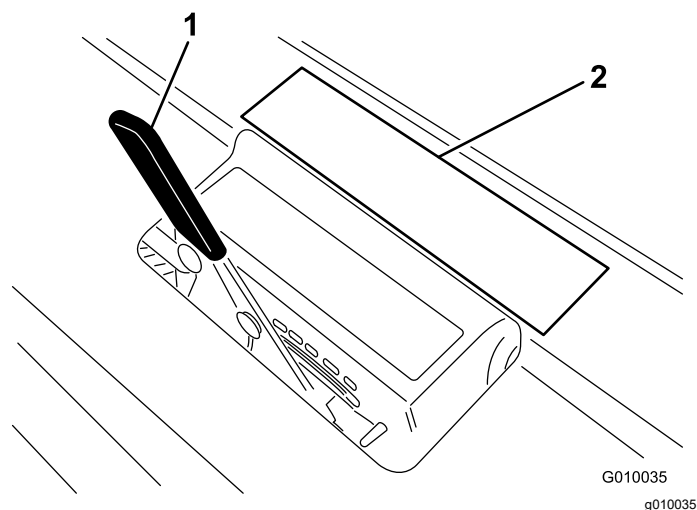

Figura 16
3. Coloque o dente no autocolante de profundidade do dente (Figura 16) com uma extremidade alinhada com a profundidade de arejamento pretendida (consulte o desenho do dente no autocolante).